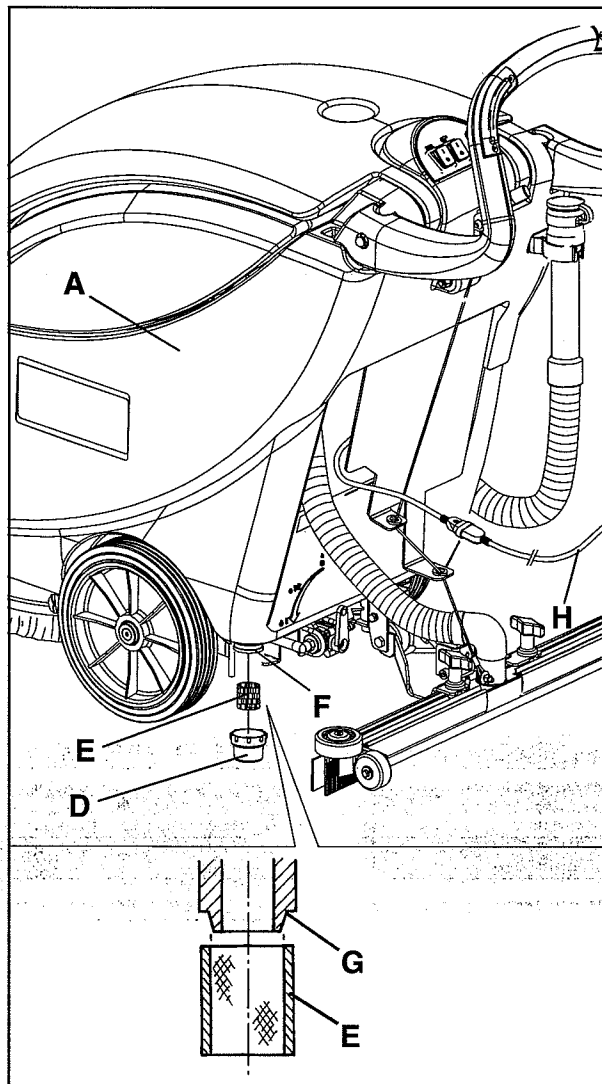

Figure 20
1. Vider le réservoir de la solution (A, Fig. 20) en procédant comme indiqué au paragraphe spécifique.
2. Vérifier que le câble d'alimentation (H, Fig. 20) est débranché du réseau électrique.
4. Dévisser le couvercle transparent (D, Fig. 20) et déposer le filet filtrant (E), puis les nettoyer et les déposer sur le support (F).
Positionner correctement le filet filtrant (E, Fig. 20) dans le logement (G) du support (F).